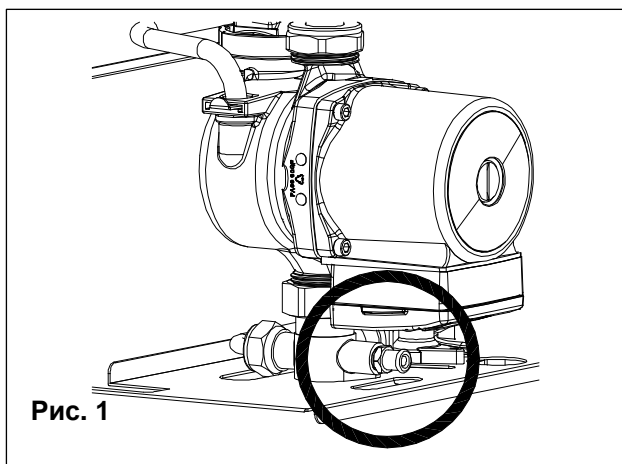

Рис. 1
- a. Открутите фиксирующие винты (см. рис. 1).
- Снимите переднюю панель (рис. 1).
- Откройте сливной кран системы (см. рис. 1).
- **Если слив необходим только для котла, закройте подающие/обратные запорные краны в контуре отопления и откройте сливной кран, расположенный в нижней части котла на насосе (см. рис. 1).**